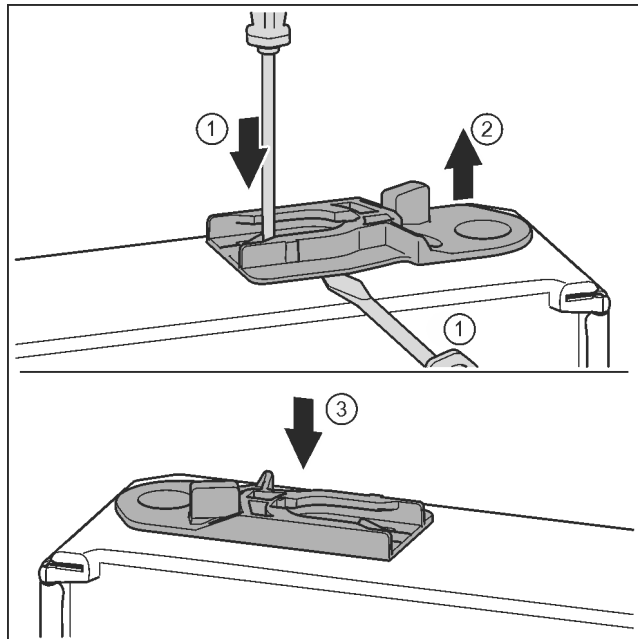

Fig. 35 *
- ▶ Estrarre la bussola di guida: con un cacciavite spingere la linguetta e contemporaneamente con un cacciavite spostarla sotto la bussola di guida. *Fig. 35 (1, 2) **
- ▶ Inserire sull'altro lato dell'apparecchio la bussola di guida fornita in dotazione. *Fig. 35 (3) **